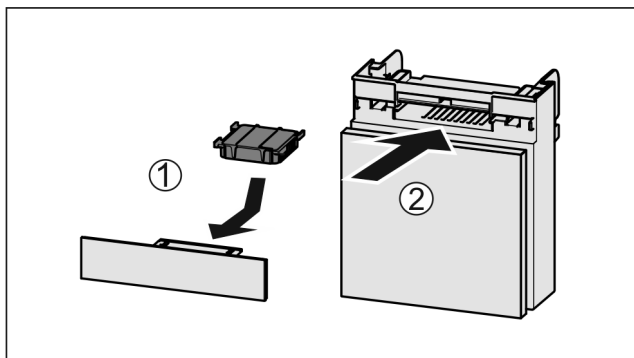

Fig. 132
- ▶ Поставете Fig. 132 (1) филтъра с активен въглен, както е показано на фигурата.
- ▶ Вкарайте Fig. 132 (2) отделениято.